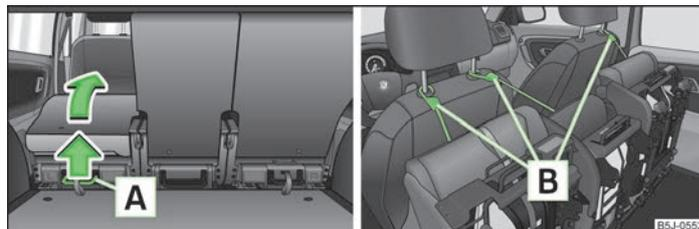

Fig. 40 Abatir completamente el asiento hacia adelante/bloquear el asiento abatido
- Tirar de la palanca » fig. 40 hacia arriba y abatir después el asiento completamente hacia delante.
- Tirar de la palanca **A** » fig. 40 hacia arriba y abatir el asiento completamente hacia delante.
- Bloquear el asiento abatido con ayuda del cinturón de fijación **B** en una barra guía del reposacabezas del asiento delantero » fig. 40.